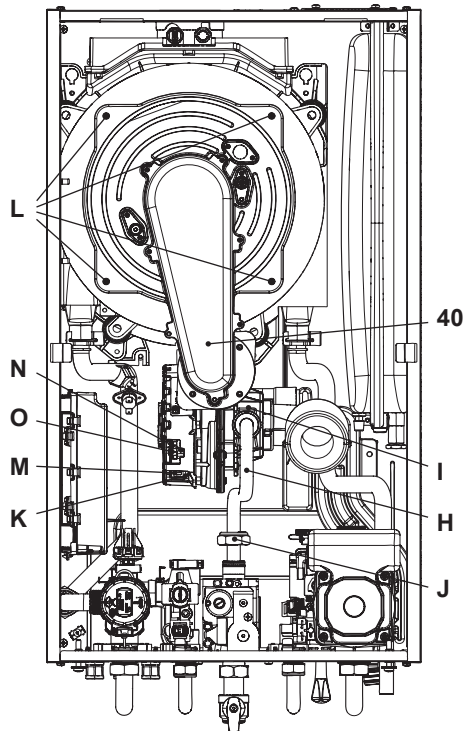

Figura 9.11
Rimozione del gruppo bruciatore ventilatore 40 in Figura 9.11.
il connettore **M** tirandolo frontalmente (Figura 9.11).
- Scollegare il connettore del ventilatore **N** premendo il gancio in plastica **O** posizionato nella parte sottostante del connettore (Figura 9.11).
- Svitare i dadi **L** e rimuovere il gruppo bruciatore ventilatore 40 (Figura 9.11)